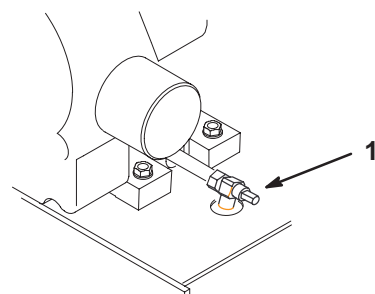

Figure 37
3. Placez un bac de vidange sous l'orifice de vidange. Tournez le robinet de vidange d'huile pour permettre à l'huile de s'écouler (Fig. 37).